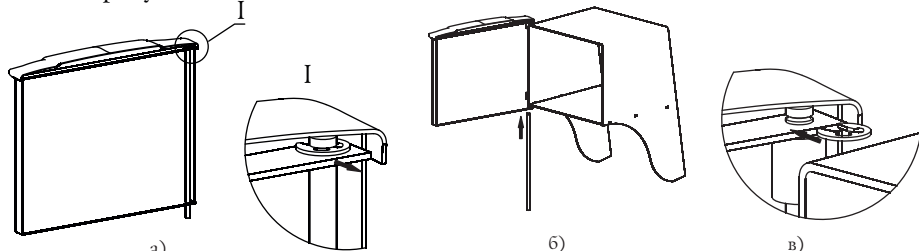

Рисунок 8. Установка дверцы при монтаже печи «Аврора».
1. Извлеките ось из дверцы, предварительно сняв упорную быстръемную шайбу, рисунок 8.а;
3. Вставьте ось через отверстия снизу вверх, с расположением канавки под шайбу в верхней части оси, рисунок 8.б;
4. Установите упорную быстръемную шайбу в канавку на оси, рисунок 8.в